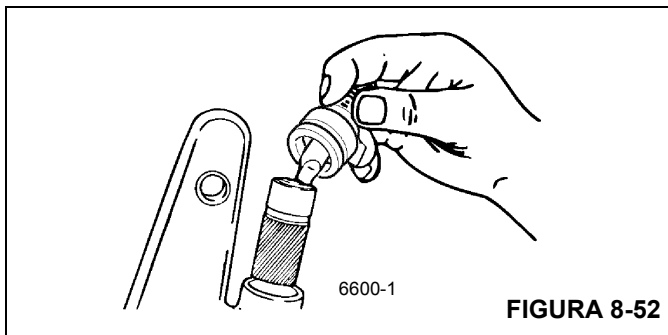

FIGURA 8-52
2. Retire la funda de la caja. Tire del conjunto del accionador fuera de la caja (Figura 8-52).